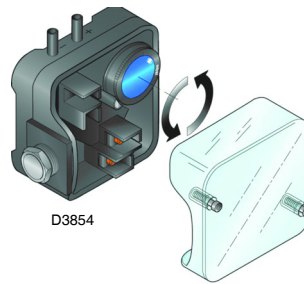

Fig. 25
- Régler le pressostat d'air (Fig. 25) au début de la graduation.